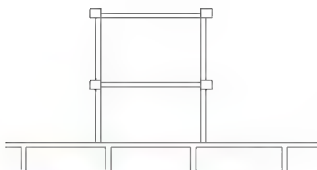
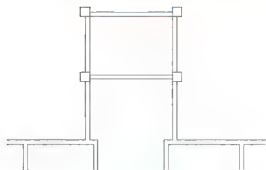

图 2.62 修整前的图形
图 2.63 修整后的图形
(1) 将【轴线】图层关闭, 同时将【柱子】图层解锁。
(2) 用【延伸】、【修剪】和【删除】命令将图 2.62 所示的图形编辑为如图 2.63 所示的状态。